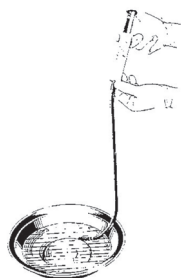

рис. 5
1. С помощью стерильного шприца пропустите через протез 20 мл стерильного физиологического раствора. Рис. 5. Повторите эту процедуру не менее двух раз.